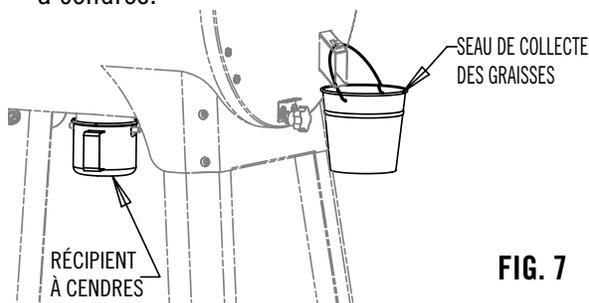

FIG. 7
1. Suspender le seau de collecte des graisses à son conduit d'évacuation comme indiqué à la Fig. 7.
1. Monter le récipient à cendres comme indiqué à la Fig. 7.